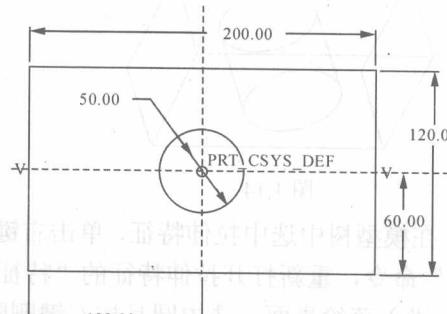

图 1.10
5) 绘制如图 1.10 所示的草绘：分别用画矩形、圆的工具按钮绘制一个矩形和一个圆，双击尺寸后重新输入所需要的尺寸，回车后即修改了尺寸，且图形会随着尺寸的修改而改变，单击 $\checkmark$  按钮结束草绘。